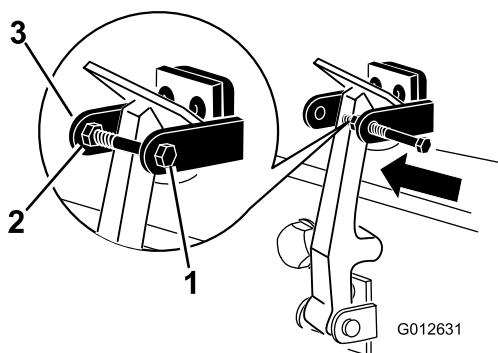

Рисунок 6
8. Установите болт в другой рычаг кронштейна защелки капота для фиксации защелки в надлежащем положении (Рисунок 6). Затяните болт, но не затягивайте гайку.